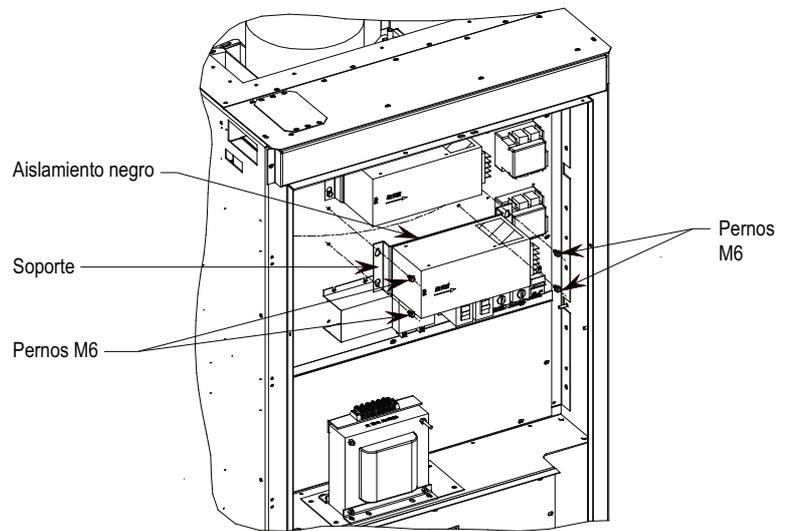
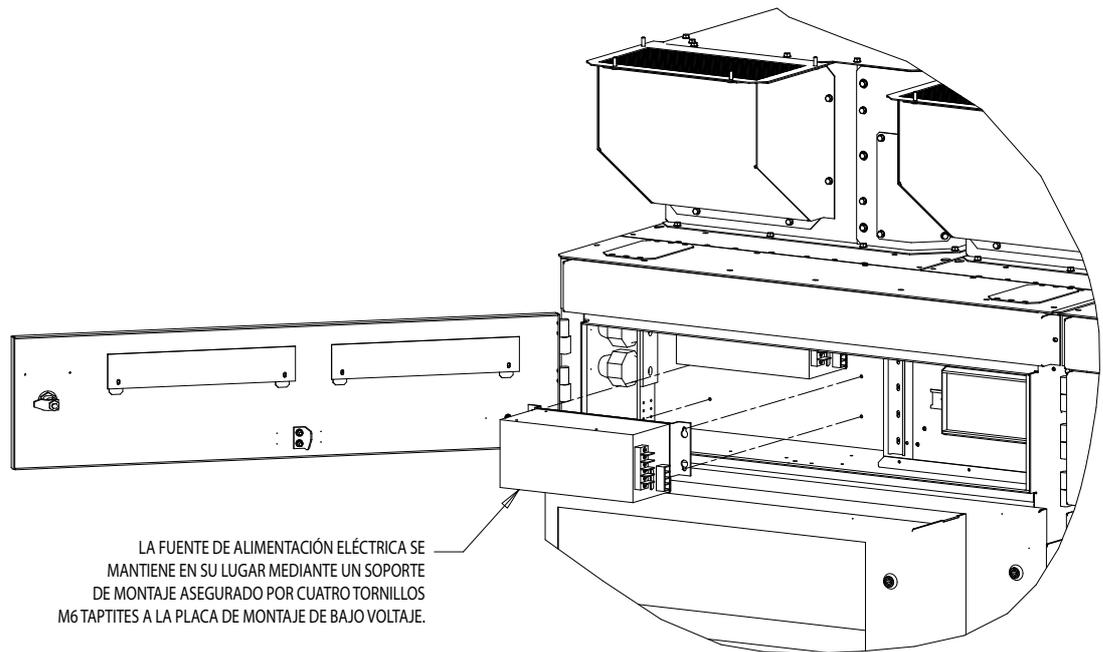

Figura 83 – Reemplazo de la fuente de alimentación de CA/CC en el panel de bajo voltaje (modelo estándar)
Figura 84 – Reemplazo de la fuente de alimentación de CA/CC en el panel de bajo voltaje (modelo con caloducto)
3. Quite los cuatro pernos M6 según la Figura 83/Figura 84.